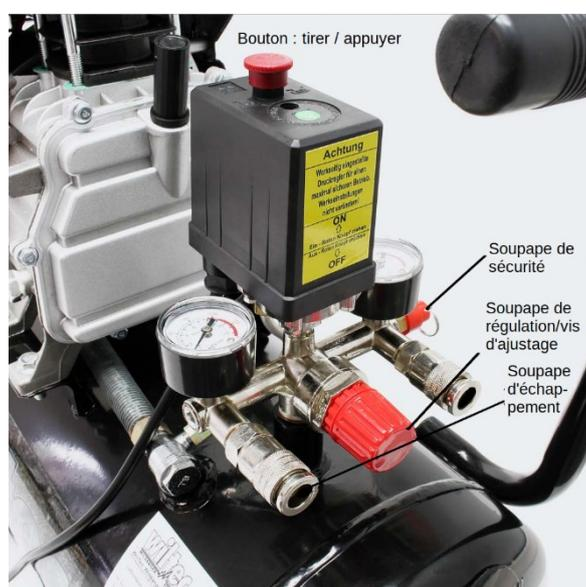

Figure 2
- Ouvrez la valve de sortie, mettez le bouton du pressostat sur « ON » (allumé) (**fig. 2**) et laissez le compresseur tourner pendant 10 min sans charge pour vous assurer que les éléments mobiles sont lubrifiés avant le fonctionnement régulier.
- Le compresseur est commandé en fonctionnement normal par un interrupteur à pression. Celui-ci s'arrête automatiquement lorsque la pression augmente jusqu'à la valeur maximale et est redémarré lorsque la pression revient à la valeur minimale. La pression nominale a été réglée pendant la production. Ne la changez pas à la légère. Lorsque le moteur a arrêté l'air comprimé dans la conduite sous pression, l'air comprimé doit s'évacuer à travers la valve de sortie située sous l'interrupteur. Ceci est une condition nécessaire pour un redémarrage, faute de quoi le moteur sera endommagé. La pression nominale peut être réglée par l'intermédiaire de la vis de régulation de l'interrupteur qu'il faut tourner (**fig. 2**).
- La pression de sortie de l'air comprimé peut être réglée par l'intermédiaire d'une valve de régulation (**fig. 2**). Tirez le bouton du régulateur vers le haut et tournez-le dans le sens horaire pour augmenter la pression.